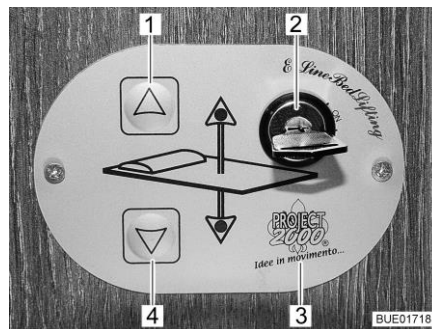

Bild 50 Bedienteil
Bedienteil Mit den Tasten (Bild 50,1 und 4) auf dem Bedienteil (Bild 50,3) wird das Hubbett abgesenkt oder angehoben. Mit dem Schlüsselschalter (Bild 50,2) wird das Bedienteil gegen unbefugte Benutzung gesichert.
- Schlüssel im Schlüsselschalter (Bild 50,2) um 90° im Uhrzeigersinn auf Stellung "On" drehen. Das Bedienteil (Bild 50,3) ist aktiviert.
- Pfeiltaste (Bild 50,4) drücken und so lange gedrückt halten, bis das Hubbett in die gewünschte Position nach unten gefahren ist.
- Pfeiltaste (Bild 50,1) drücken und so lange gedrückt halten, bis das Hubbett in die Endstellung nach oben gefahren ist.
Notbetrieb Wenn sich das Hubbett mit den Pfeiltasten (Bild 50,1 und 4) nicht mehr bewegen lässt, zuerst die Sicherungen prüfen (siehe Abschnitt 8.9.1). Wenn die Sicherungen in Ordnung sind und sich das Hubbett trotzdem nicht bewegen lässt, kann das Hubbett manuell im Notbetrieb bedient werden.